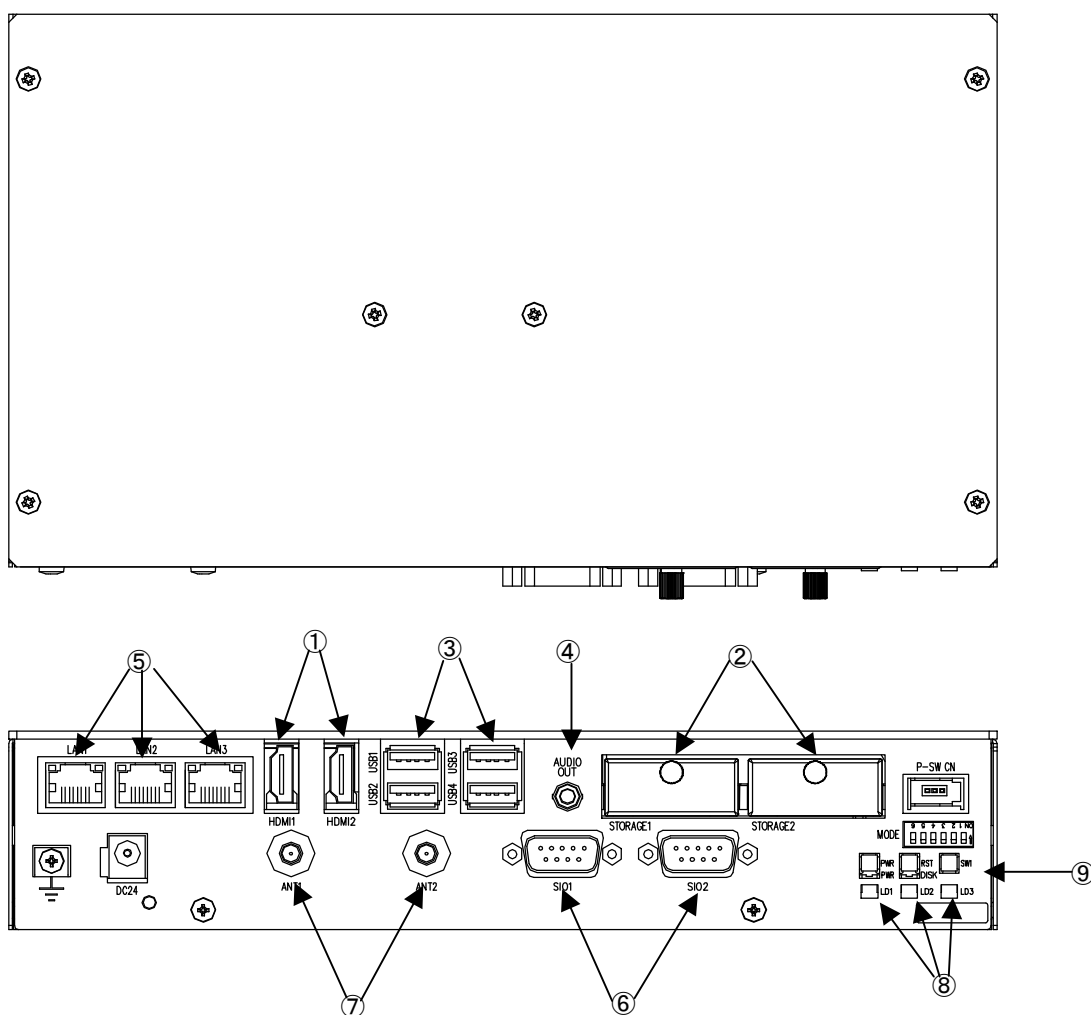

図 3-1-1. 外形図 (ECL4-100B-\*\*-W)
ECL シリーズの例として、ECL4-100B-\*\*-W の外形図を図 3-1-1 に示します。各部名称を表 3-1-1 に示します。
COM1	SI01 (図 3-1-1 ⑥) アプリケーションでシリアル通信に使用できます。
COM2	SI02 (図 3-1-1 ⑥) アプリケーションでシリアル通信に使用できます。
ローカルエリア接続	LAN1 (図 3-1-1 ⑤): 1000BASE Ethernet
ローカルエリア接続 2	LAN2 (図 3-1-1 ⑤): 1000BASE Ethernet
ローカルエリア接続 3	LAN3 (図 3-1-1 ⑤): 1000BASE Ethernet